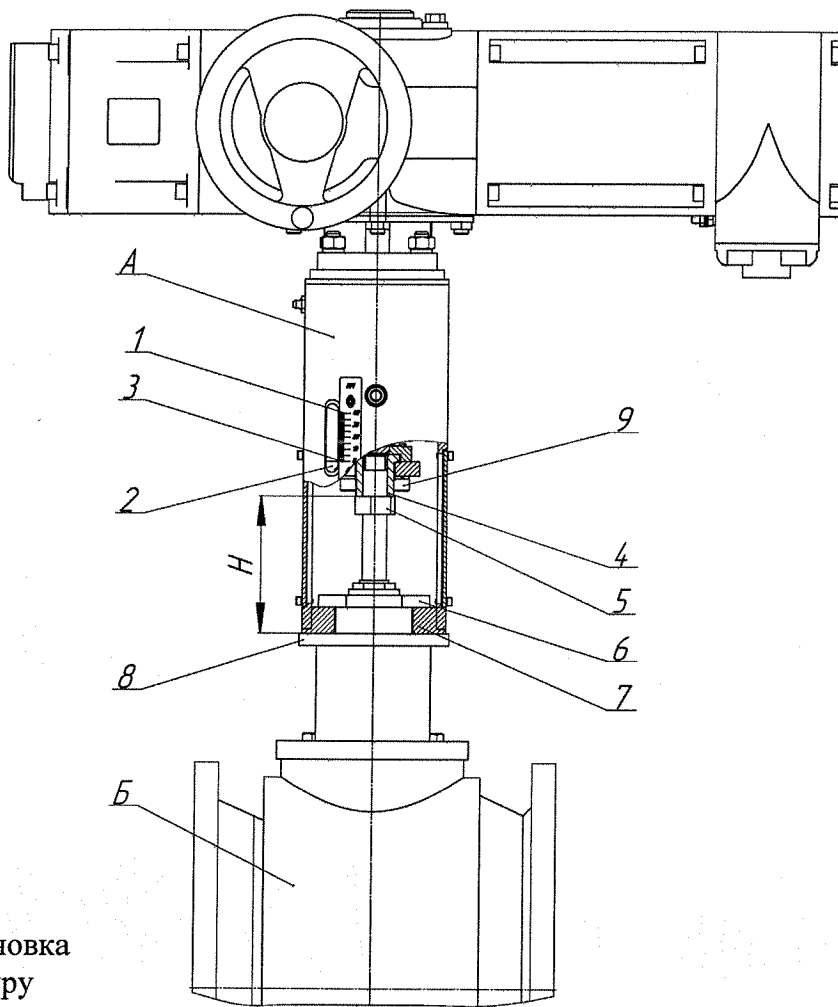

Рисунок 4 - Установка модуля на арматуру
2.4.5 Для установки модуля или модуля с приводом на арматуру необходимо (рисунок 4):